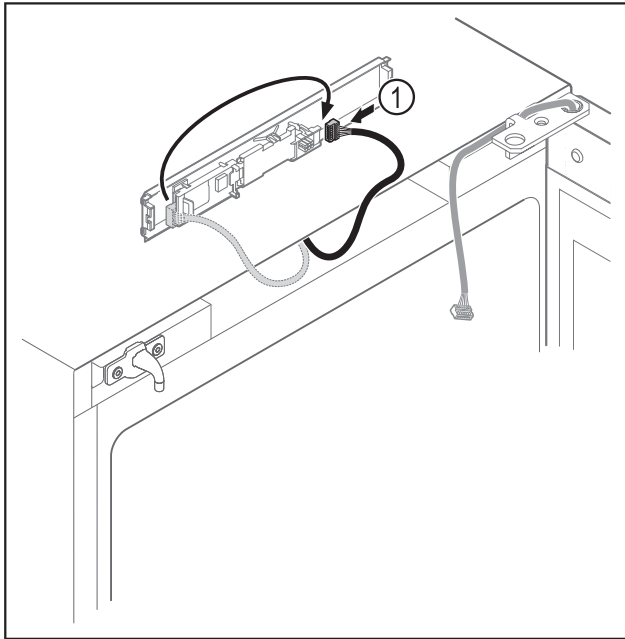

Fig. 5
- ▶ Μεταφέρετε το φιν Fig. 5 (1) στην πλακέτα.